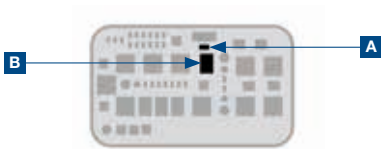

图 6
- 22 插入继电器 (B) 和锁紧装置 (A) (图 6)